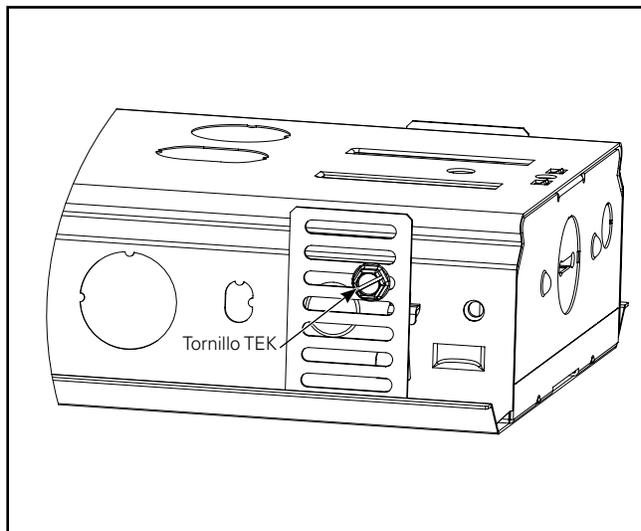

Figura 5.
4. Fije los soportes de montaje a los lados del canal existente con los tornillos TEK. Instale 1 tornillo TEK en cada lado de los soportes de montaje, para un total de 4 lugares diferentes. (Figura 5.)